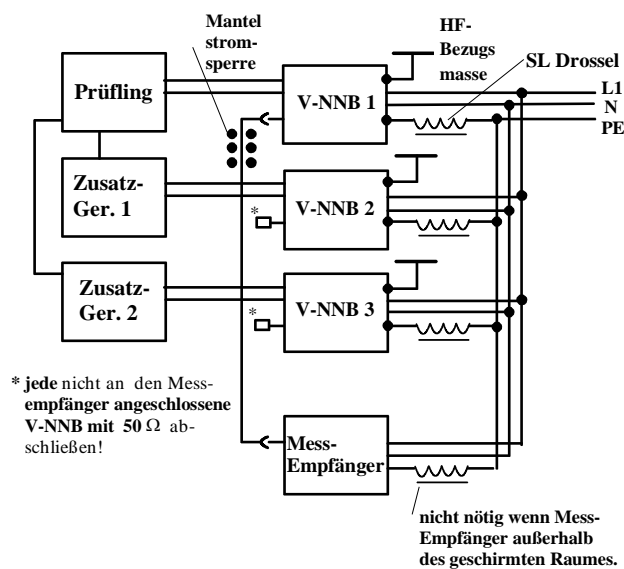

**Abbildung 3** Anschließen an die HF-Bezugsmasse
Die verwendete HF-Bezugsmasse kann über eine breite Blechfolie mit sieben M6 Schrauben (1) flächig an die seitlich angebrachte Masseschiene (2) angeschlossen werden (siehe Abbildung 3).